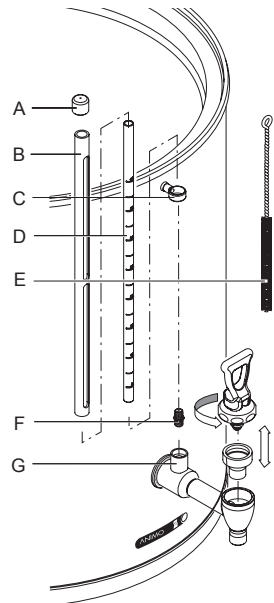

Abb. 5
6.3.1 Reinigen des Hahnes (Abb. 5)
6.3.2 Reinigung des Schauglases (Abb. 5)